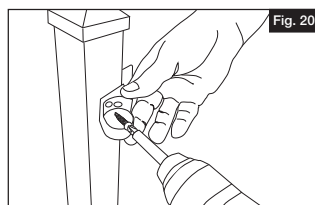
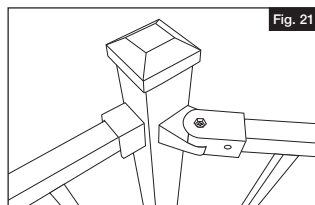

Fig. 20
Fig. 21
- Tester les panneaux de rampe pour s'assurer qu'ils sont bien ajustés. Puis, couper les panneaux à la longueur voulue pour l'installation particulière. Suivre les méthodes générales décrites ci-dessus pour compléter l'installation en angle (Fig. 20 et Fig. 21).
- Compruebe el ajuste los paneles de barandal y corte a la longitud deseada para su instalación específica. Siga los métodos generales descritos anteriormente para finalizar la instalación en ángulo (Fig. 20 y Fig. 21).